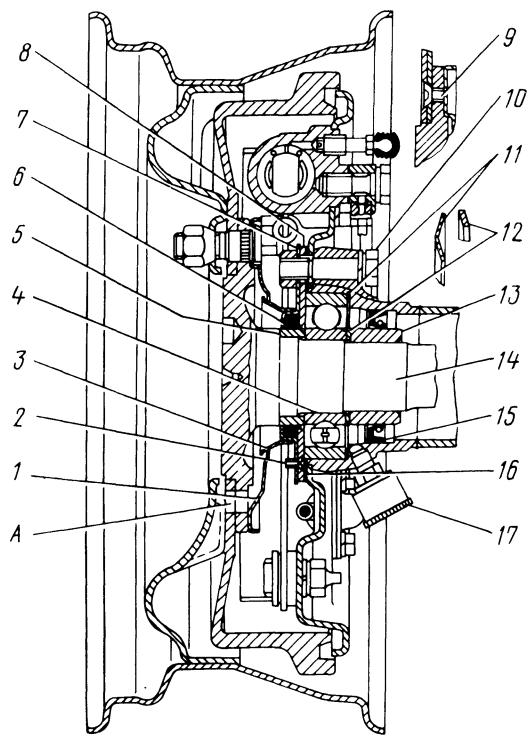
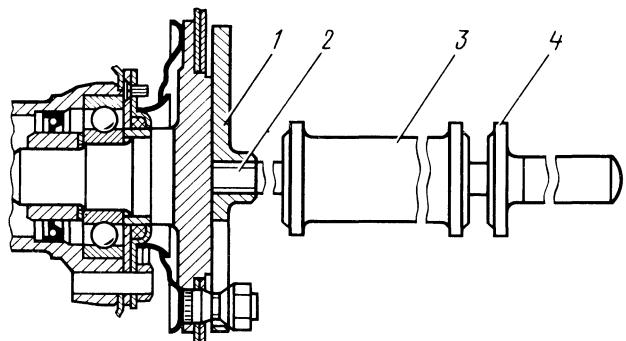

Рис. 119. Крепление колеса к полуоси:
Рис. 121. Выпрессовка полуоси съемником 7823-6091:
Крепление заднего колеса к полуоси показано на рис. 119. Подшипники полуосей — открытые, с установленной на кожухе полуоси колпачковой масленкой 17.
Обслуживание заднего моста заключается в периодической проверке уровня масла в картере моста, доливке и смене его согласно карте смазки, очистке от грязи сапуна 7 (см. рис. 118), подтягивании гайки 17 ведущей шестерни, болтов разъема и болтов крепления тормозов, проверке и восстановлении зазоров в подшипниках колес и главной передаче, очистке отверстия А (см. рис. 119), смазывании подшипников через масленку 17. После смазывания колпачок навернуть до совпадения его торца (со стороны резьбы) за подшипник.
3. Отвернуть четыре болта 10 (см. рис. 119) и закрепить фланец 1 (рис. 121) приспособления 7823-6091 на фланце полуоси гайками крепления колеса. Во фланец 1 ввернуть шпильку 2 с бойком и ручкой от съемника 7823-6090. Придерживая съемник за ручку 4, ударами бойка 3 выпрессовать полуось. При значительном износе барабанов затруднение при вынимании полуосей происходит из-за задевания тормозных колодок. В этом случае надо поступать так, как указано в разделе „Ремонт тормозов”.
Выпрессовать ось сателлитов, вынуть сателлиты с шайбами, а затем полуосевые шестерни. Осмотреть полуось в сборе; измерить зазор в подшипнике, как указано выше; проверить щупом нет ли зазора между запорным кольцом 13 подшипника (см. рис. 119) и шайбой 12, а если есть – допрессовать кольцо; при необходимости разобрать полуось.
Втулку 5 (см. рис. 119), по которой работает войлочный сальник, спрессовывать, как правило, не следует.